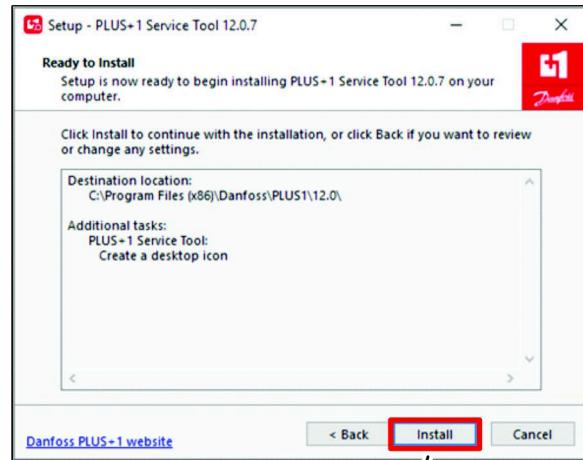

Figura 26
8. Na caixa de diálogo Ready to Install (pronto a instalar), clique em INSTALL (instalar) (Figura 26).